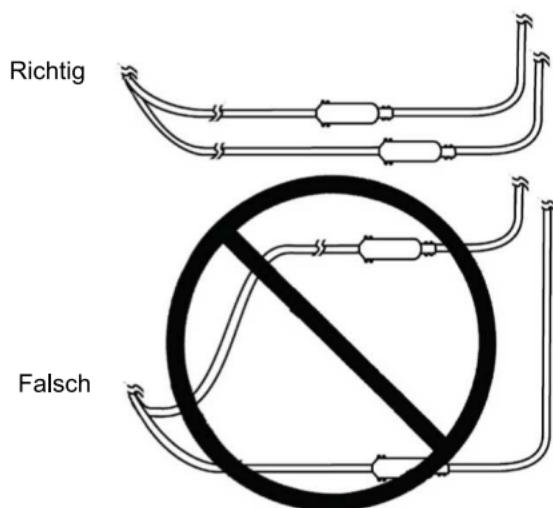

Abbildung 9. Führung von mehreren Elektroden mit Verlängerung
- Bei der Implantation von zwei Elektroden müssen Elektroden und Verlängerungen so verlegt werden, dass diese nur eine minimale Fläche einschließen (Abbildung 9). Bilden die Elektroden und Verlängerungen eine Schleife, besteht eine erhöhte Empfänglichkeit für EMI-bedingte Effekte.